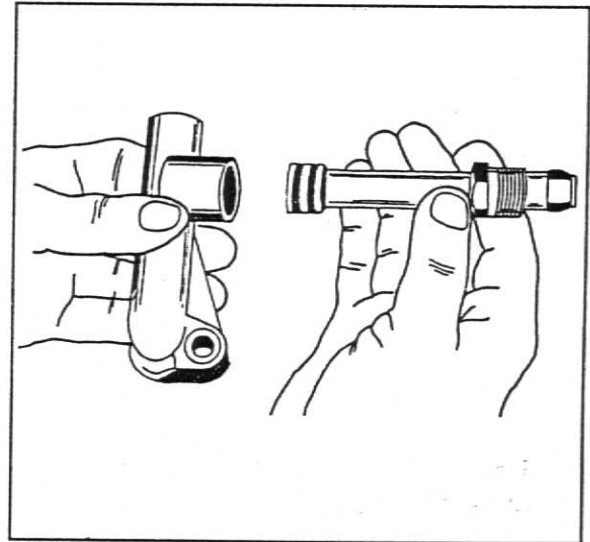

Fig.18
3. Instale a bomba de óleo junto à capa do mancal nº 1 da árvore de manivelas, aplicando um torque de 24 - 35 Nm (2,4 - 3,5 kgfm) (18 - 26 lbf ft) aos seus parafusos. Fixe manualmente o tubo de vazão junto à válvula de alívio, observando o estado dos seus anéis de vedação, fig.18.